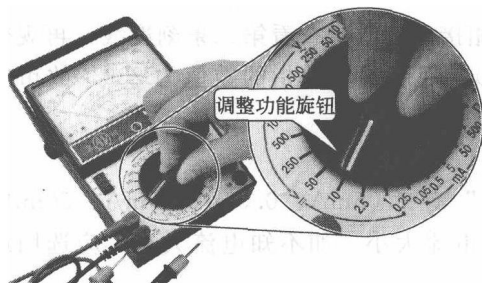

图 1-6 调整万用表功能旋钮
(2) 测量直流电压
① 选择量程 将万用表的红黑表笔连接到万用表的表笔插孔中，并将功能旋钮调整至直流电压挡，如图 1-6 所示。由于电路中电源电压只有 3V，所以选用 10V 挡。若不清楚电压大小，应先用最高电压挡测量，逐渐换用低电压挡。